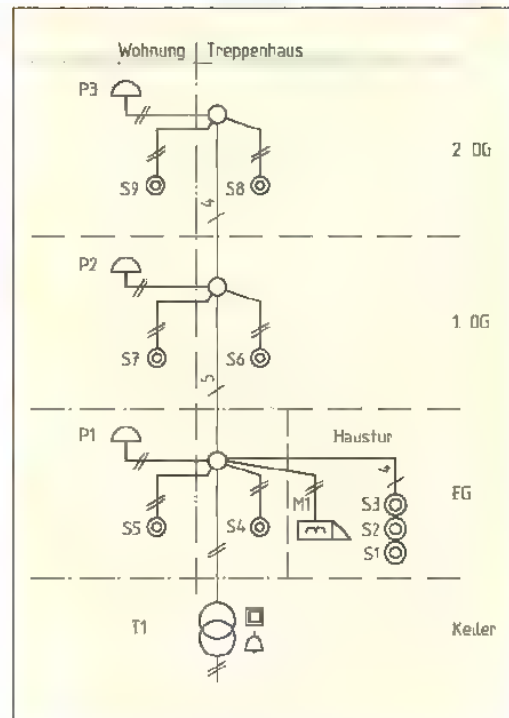

Bild 1: Hausruf- und Türöffneranlage eines Dreifamilienhauses
4. Wie groß darf die Bemessungsspannung an den Ausgangsklemmen (Bezeichnung: 2.1 und 2.2) von T1 (Bild 1) höchstens sein?